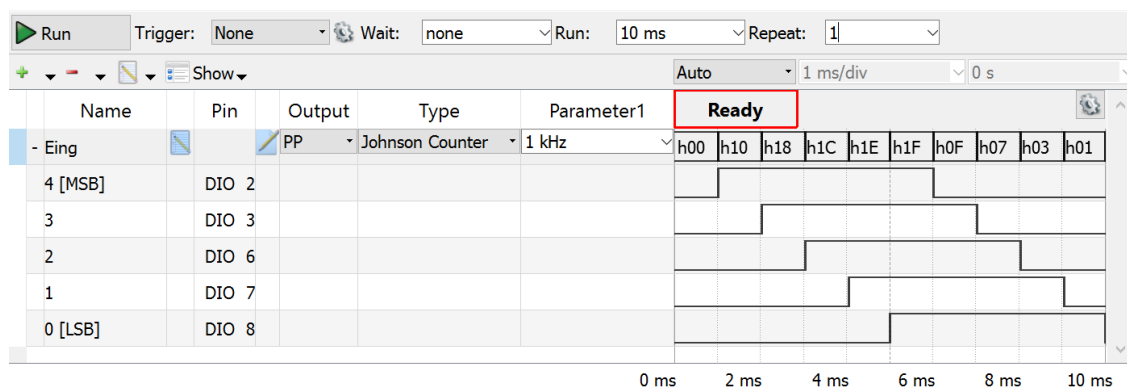

Abbildung 8: Konfigurationsfenster des Logikgenerators
- Pattern-Fenster: Run: 10ms; Repeat: 1. Show: 1 ms/div (Abb. 8).